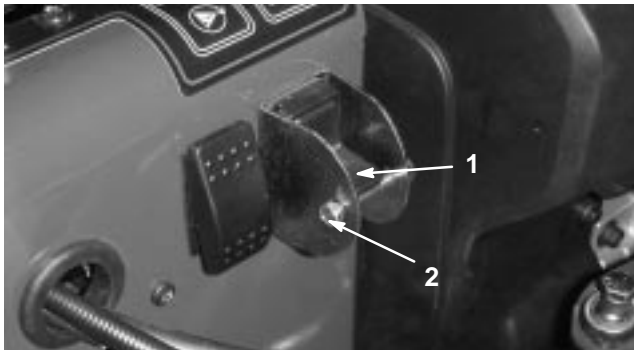

Bild 30
3. Entfernen Sie die Arretierkopfschraube und die Mutter vom Auswahlschalter (Bild 30).